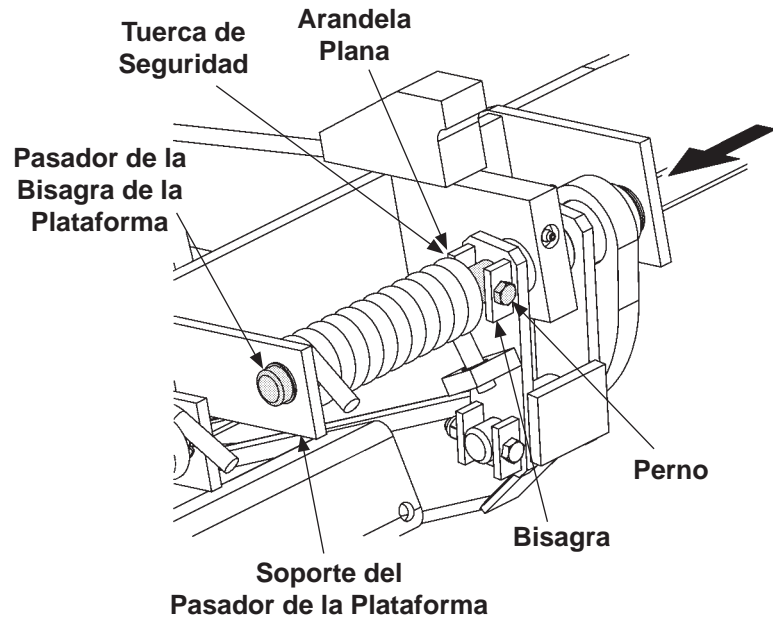

FIG. 22-1
6. Vuelva a colocar en su posición correcta el pasador de la bisagra a través del soporte de la plataforma (**FIG. 22-1**). Alinee el orificio para el perno del pasador de la bisagra con el orificio de la bisagra. Coloque el perno del pasador a través de la bisagra hasta que sus extremos sobresalgan equitativamente de ambos lados de la bisagra (**FIG. 22-1**).